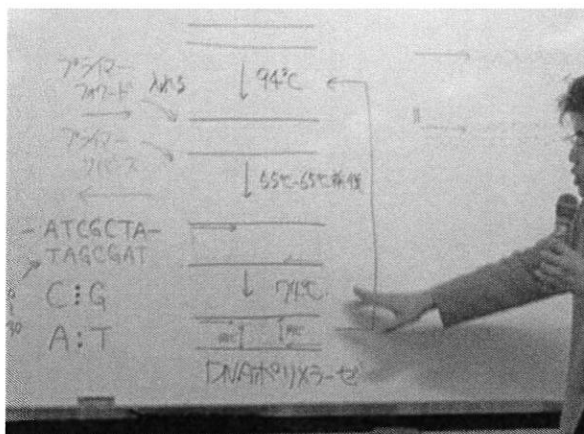

図8 PCR反応の説明
このPCR反応をさせるためには、各種の試薬を混合し、実験を行う(図8)。これには、数時間を要するため、我々のDNA抽出液は、⑧の濃度測定と精製度の確認に使用。前日にPCR反応を済ませた液をいただき、次のステップに進む。